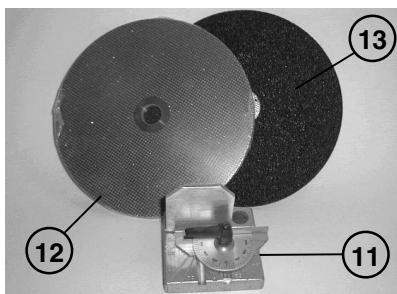

Fig. 3
Le disque et les accessoires présents dans le kit (11 - Fig. 3) ont pour but de permettre l'exécution de rodages aussi bien à l'horizontale qu'à la verticale.
Sur la Fig. 3 on voit les disques diamanté (12) et à grain fin (13)